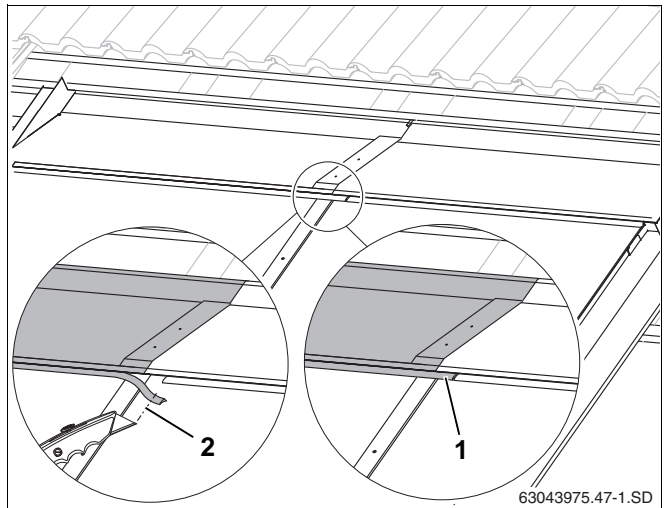

Fig. 57 Tilskæring af gummilæbe
- ▶ Afkort gummilæben (fig. 57, **pos. 2**), så den støder mod gummilæben på højre dækplade.
- ▶ Sæt gummilæben til venstre dækplade på højre dækplades fals (fig. 57, **pos. 1**).